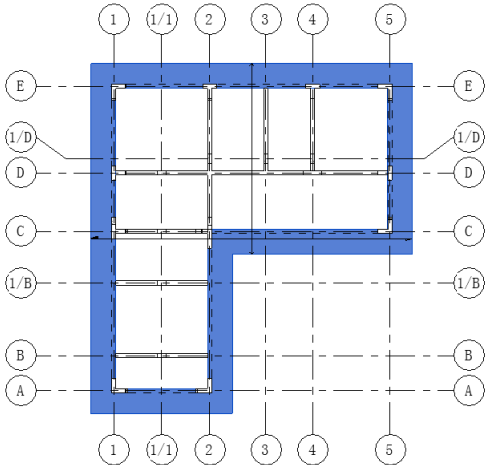

图 11-51 绘制厚度为 100mm 的结构楼板
(5) 单击“模式”面板中的“完成编辑模式”按钮，完成厚度为 100mm 结构楼板的创建，如图 11-51 所示。